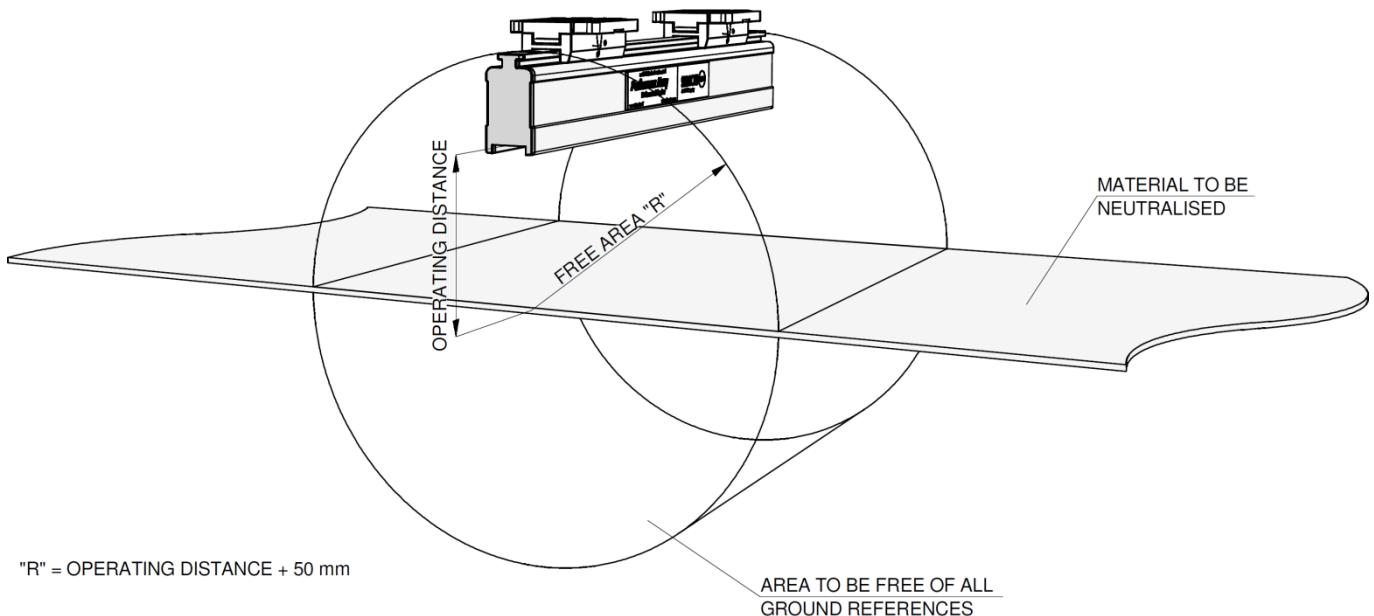

Figure 3 : Position optimale du Performax IQ Easy et du Performax IQ Easy Speed et de la barre IQ Easy à capteurs en option
- Pour un résultat optimal, la barre antistatique doit être montée conformément à la Figure 3.